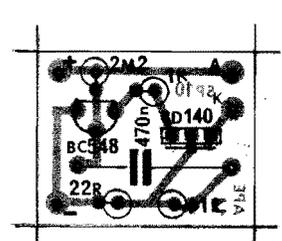
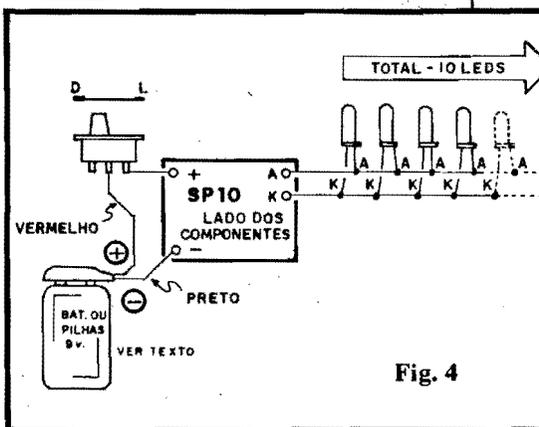

Fig. 3
Fig. 4
- FIG. 3 - Diagrama da montagem (placa vista pelo lado não sobreado, já com todas as peças colocadas). Observar, principalmente, o posicionamento dos dois transistores, sendo o BC548 referenciado pelo seu lado "chato", e
**FIG. 4** - Diagrama de conexões externas à placa (esta ainda vista pelo lado dos componentes, como na fig. 3). Notar especificamente a polaridade da alimentação, sempre com o fio **vermelho** para o **positivo** e **preto** para o **negativo**. Observar também como são ligados os LEDs, todos em **paralelo**. **ATENÇÃO** para a correta identificação dos terminais A (anodo) e K (catodo) dos LEDs... Uma consulta ao TABELÃO APE ajudará aos hobbystas mais "verdes", se surgirem dúvidas... Os LEDs não precisam, obrigatoriamente, ficar próximo à plaquinha do SP10, podendo situar-se, na instalação desejada, a razoável distância, em conexão à placa através de um par de fios finos. Embora na figura os LEDs apareçam fisicamente dispostos em linha, nada impede que qualquer outra configuração final seja adotada pelo Leitor, eventualmente formando figuras, desenhos ou padrões com os LEDs.